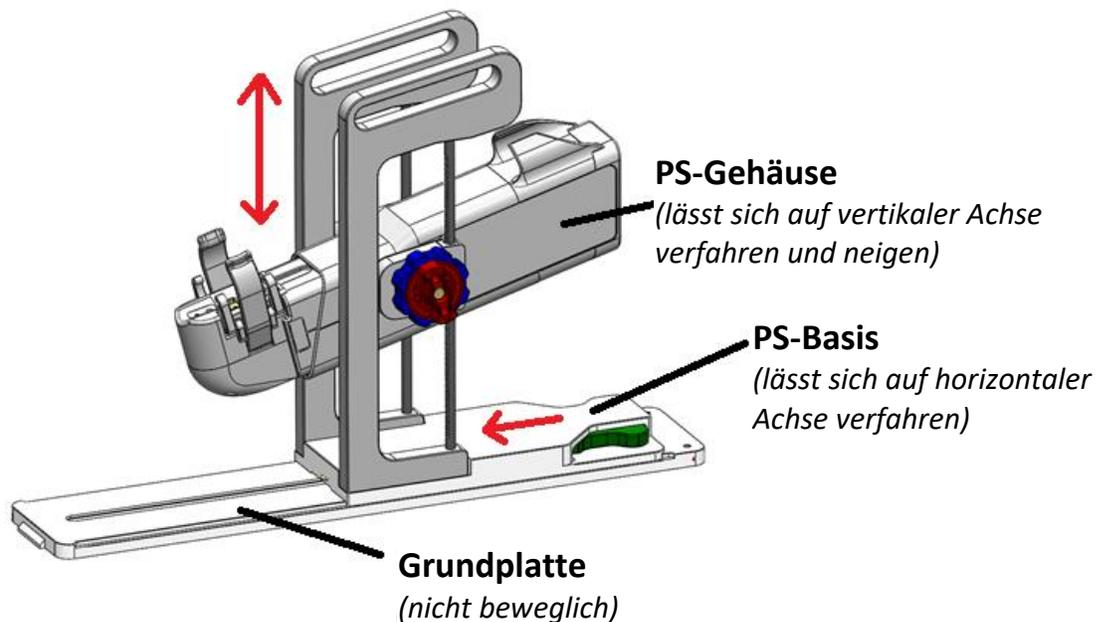

Abbildung 27: Einstellen des Positionierungssystems
5. MRT-MTRA: Bringen Sie das PS manuell in Position, sodass der UA-Greifer im natürlichen Winkel des UA im Patienten ausgerichtet ist. Bewegen Sie die Basis des PS manuell vor und zurück, nach oben und unten, und neigen Sie die Linearachse des PS nach oben und unten (Abbildung 27).
HINWEIS: Drehknöpfe und Hebel des PS besitzen keine Farbkennzeichnung wie in *Abbildung 27* gezeigt. Sie sind hier lediglich zum Veranschaulichen dieser Anweisungen farblich gekennzeichnet.